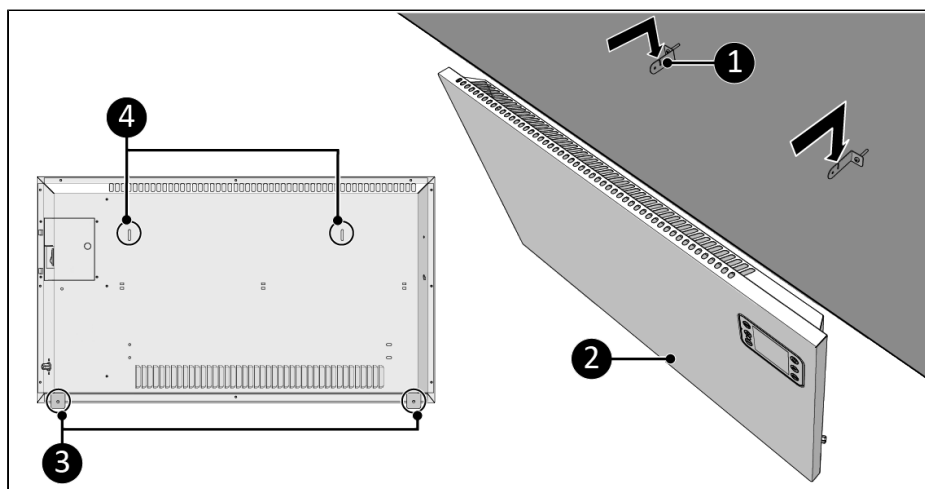

Figure 63.
9. Placez les trous des supports (Figure 63, pos. 4) sur les support muraux (Figure 63, pos. 1).
10. Laissez l'appareil (Figure 63, pos. 2) tomber dans les ouvertures des supports muraux (Figure 63, pos. 1).
11. Utilisez les supports de l'appareil (Figure 63, pos. 3) pour marquer la position du trou inférieur sur le mur.
12. Retirez l'appareil des supports muraux (Figure 63, pos. 1)